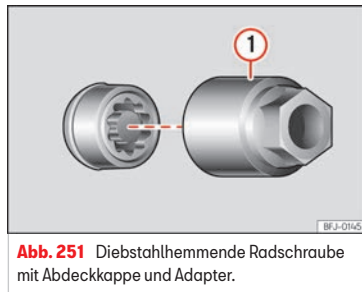

Abb. 251 Diebstahlhemmende Radschraube mit Abdeckkappe und Adapter.
- Setzen Sie den Spezialadapter »» (Abb. 251) ① (Bordwerkzeug »» S. 351) bis zum Anschlag in die diebstahlhemmende Radschraube ein.